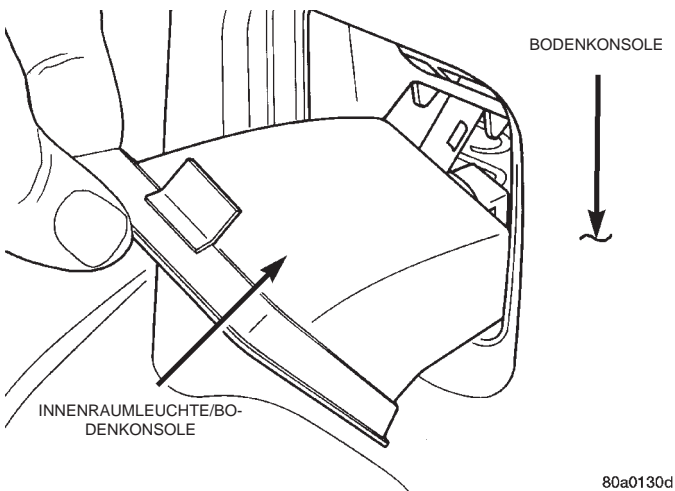
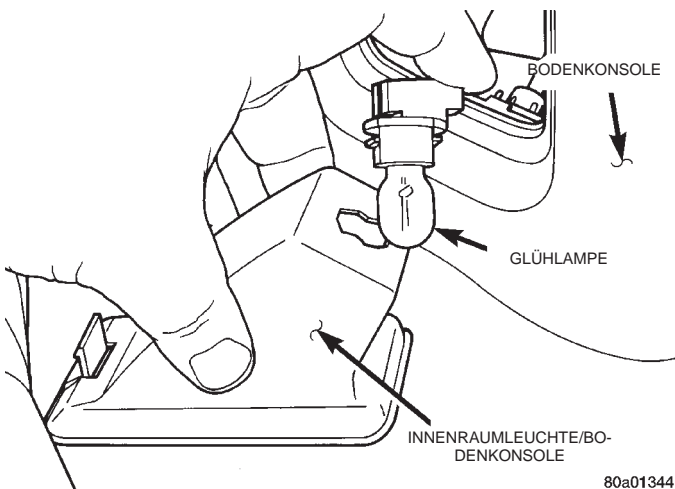

Abb. 4 Innenraumleuchte an der Bodenkonsole
Abb. 5 Glühlampe der Innenraumleuchte an der Bodenkonsole
- (1) Ein Werkzeug mit kleiner, flacher Klinge in die Oberkante der Leuchte stecken und die Leuchte von der Bodenkonsole abhebeln (Abb. 4).
- (2) Lampenfassung eine Viertelumdrehung nach links drehen.
- (3) Lampenfassung von der Leuchte abziehen.
- (4) Glühlampe aus der Fassung herausziehen (Abb. 5).